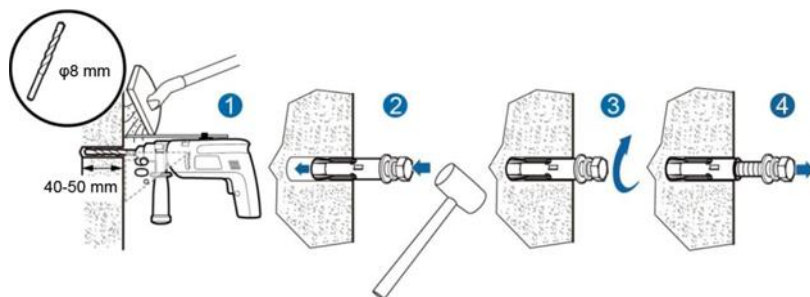

Figura 4.8 Instalați șuruburile de expansiune
(3) Fixați șuruburile de expansiune la cele 4 găuri de instalare cu ciocanul, așa cum se arată în Figura 4.8.